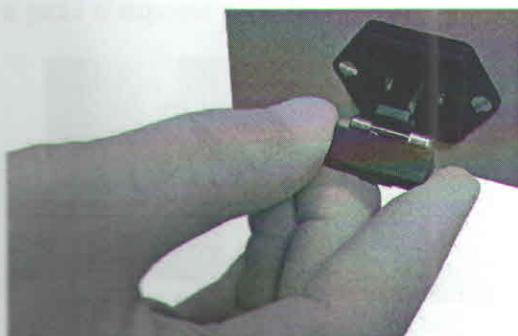

Figura 2
- Retire o suporte e troque o fusível "queimado" pelo fusível reserva- **Figura 2.**